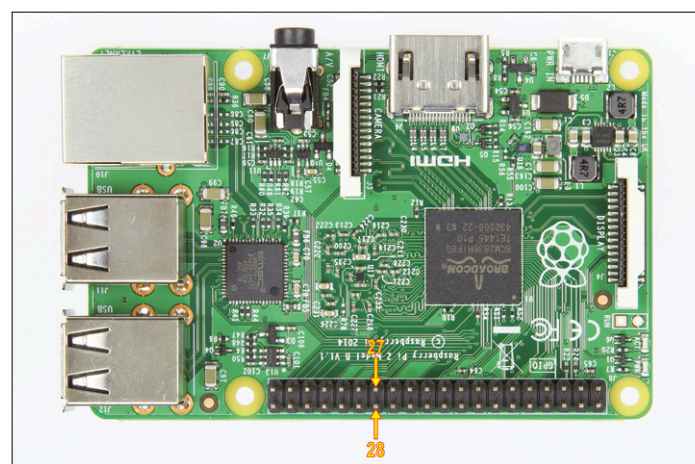

Figure 1. Le modèle 2 RPi, tout comme le B+, est doté d'un connecteur GPIO plus long dont les broches 27 et 28 empêchent l'insertion d'autres connecteurs.
Si vous voulez brancher votre projet sur l'embase à picots GPIO, vous remarquerez que certains types ne s'y adaptent plus parce qu'à partir du modèle B+, elle est plus longue. Les fonctions des premières 26 broches sont heureusement restées identiques, mais si vous voulez brancher un connecteur à 26 voies sur la nouvelle embase à 40 broches, il y a deux broches sur le chemin. Il s'agit des broches ID_SD (27) et ID_SC (28) prévues exclusivement pour l'ID I²C de l'EEPROM du module d'extension Pi Plate (bientôt reconnu automatiquement). Vous pouvez, comme à la **figure 1**, les plier ou les couper si vous ne comptez pas utiliser Pi Plate. Une solution plus prévoyante consiste à se procurer des connecteurs plus longs.